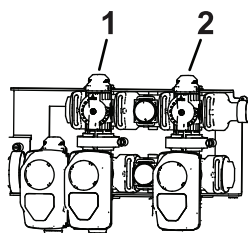

Figure 23
11. Réglez la vanne de dérivation (Figure 23) à l'arrière de la vanne d'agitation jusqu'à ce que la pression indiquée soit 6,9 bar.
9. Déplacez plus ou moins la poignée de dérivation générale des sections de manière à réguler l'agitation à l'intérieur de la cuve (Figure 23).